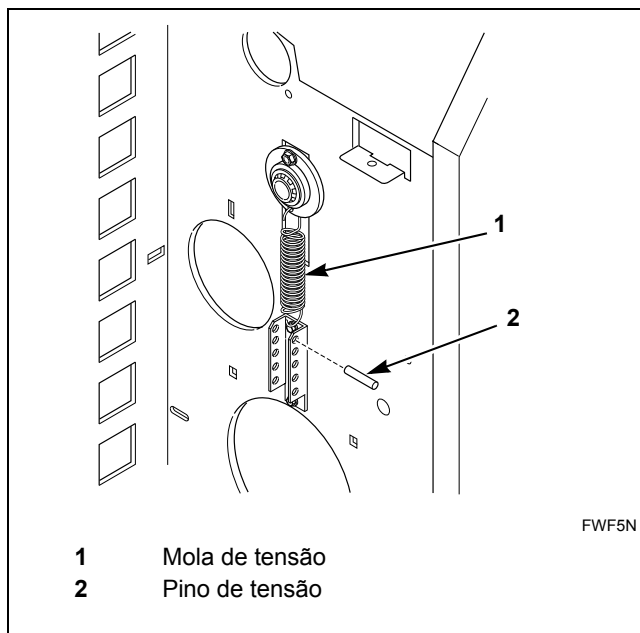

Figura 30
4. Desprenda a mola de tensão da cinta de devolução a partir do pino de tensão em cada lado da calandra. Consulte a *Figura 30*.